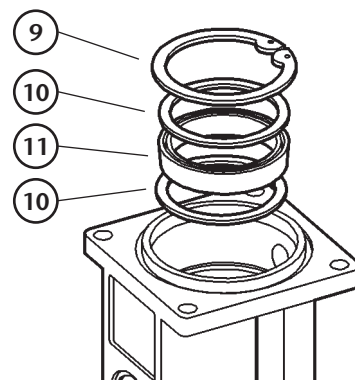

Fig. 10
5. Remove the pump piston (8) and disassemble the circlip (9), the washers (10) and the seal (11) (fig. 10). Check the piston for scratches and replace damaged parts.
6. Assemble the pump following the previous instructions, reversing each step. Use sealer on the threads of the inverting set (4).
5. Quitar el vástago (8) y desmontar el anillo de seguridad (9), las arandelas (10) y el collarín (11) (Fig. 10). Verificar que el vástago no esté rayado y sustituir piezas deterioradas.
6. Volver a montar en orden contrario. Aplicar sellador en la rosca del conjunto inversor (4).
5. Retirer le piston (8) et démonter l'anneau de sécurité (9), les rondelles (10) ainsi que le collier (11) (voir Fig. 10). S'assurer que le piston n'est pas rayé et remplacer les pièces endommagées si nécessaire.
6. Remonter le tout en suivant le processus inverse. Appliquer de la pâte d'étanchéité au niveau du filet de l'ensemble inverseur (4).